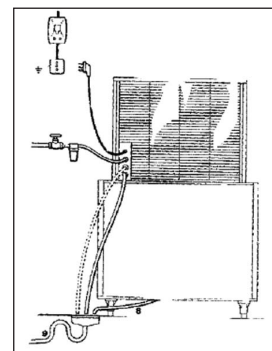

Fig 9.
j) Raccorder le tuyau d'alimentation d'eau fourni (3/4) entre la machine et le réseau d'eau potable. Nous conseillons de poser un robinet d'arrêt (non fourni) pour des motifs pratiques et de sécurité. Il est possible de poser un filtre sur le réseau pour retenir toutes les impuretés. En cas d'eau particulièrement dure, c'est à dire riche en minéraux et calcaire, il est recommandé de prévoir un adoucisseur d'eau (TH mini 15) pour éviter l'entartrage prématuré de l'appareil (Fig 9).
k) Mettre en place sur la tête de production et le bac de stockage les évacuation au moyen des deux tubes flexibles fournis. Pour une évacuation optimale, prévoir une pente minimale de 3% en prenant soin de ne pas provoquer d'étranglement ou siphon. Il convient de raccorder la tuyauterie dans un siphon ouvert. (Fig 9).